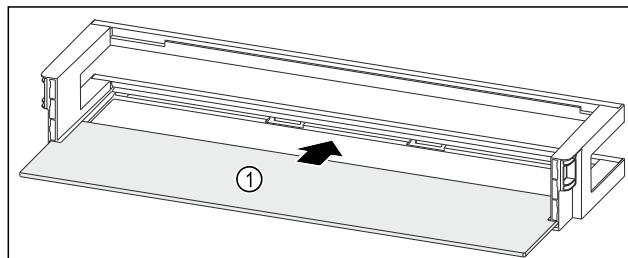

Fig. 52 Rafti i derës me raft mbajtës
- Futni raftin mbajtës Fig. 52 (1) në foletë anësore.